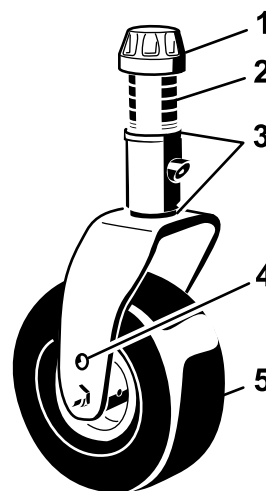

Figure 14
11. Ajoutez ou retirez des cales de 3 mm sur la ou les fourche(s) de roue(s) pivotante(s) pour obtenir la hauteur de coupe indiquée sur l'autocollant (Figure 14) (voir Réglage de l'inclinaison des lames).